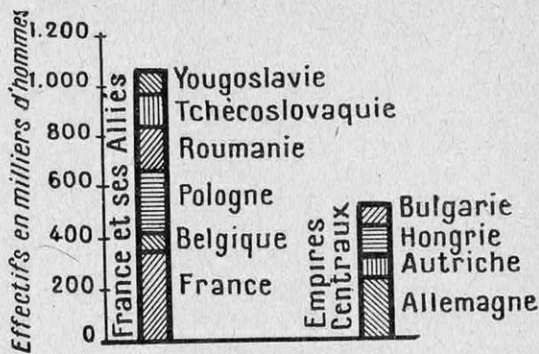
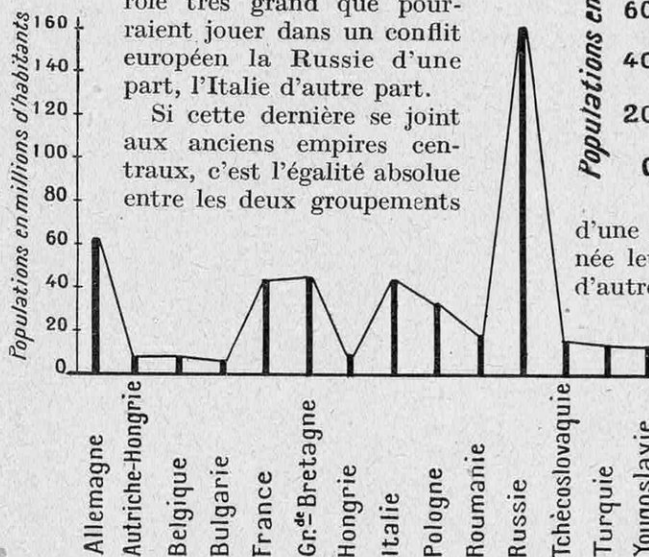

FIG. 6. — EFFECTIFS DES ALLIÉS ET DES EMPIRES CENTRAUX, D'APRÈS LEURS BUDGETS
FIG. 8. — POPULATIONS DES DIVERS ÉTATS EUROPÉENS QUI ONT PRIS PART A LA GUERRE DE 1914-1918
FIG. 6. — APPAREIL EMPLOYÉ PAR LES DEUX PHYSICIENS FRANÇAIS MAURICE DE BROGLIE ET LEPRINCE-RINGUET, POUR ÉTUDIER AVEC PRÉCISION LES PHÉNOMÈNES DE DÉSINTÉGRATION DES ATOMES
FIG. 7. — SCHÉMA DE L'AMPLIFICATEUR, RELIÉ, D'UNE PART, A LA LAME « A » DE L'APPAREIL REPRÉSENTÉ PAR LA FIGURE 6 ET, D'AUTRE PART, A UN OSCILLOGRAPHE, ET QUI PERMET D'OBTENIR LES COURBES DE LA FIGURE 8
La méthode de scintillations était seule employée, jusqu'à ces dernières années, pour étudier ces nouveaux phénomènes ; de récentes recherches, effectuées en Angleterre, en Allemagne, en France, enfin, par MM. Maurice de Broglie et Leprince-Ringuet, utilisent des procédés plus compliqués, mais plus délicats et plus sûrs ; l'appareil employé par les deux physiciens français est une boîte cylindrique en métal (fig. 6) dans laquelle on peut faire le vide ; deux bras mobiles à l'intérieur portent : l'un, P, la préparation active de polonium (1), génératrice de rayons alpha ; l'autre, F, la substance à désintégrer ; les rayons H, produits par la désintégration, s'engagent dans un orifice G, qu'on peut munir d'écrans absorbants formés par des lames minces de mica ; ils pénètrent ensuite dans une chambre d'ionisation, où les ions produits sont recueillis par une lame isolée A, reliée elle-même à un oscillographe par l'intermédiaire d'une lampe triode et d'un système amplificateur, dont la figure 7 donne le schéma. Chaque entrée d'un corpuscule H dans la chambre d'ionisation se traduit alors, dans l'oscillographe, par un déplacement brusque de l'équipage mobile, qu'un rayon lumineux inscrit photographiquement sur un film en déroulement continu ; on obtient ainsi
(1) Choisie parce que son émission alpha est exempte de toute autre radiation, bêta ou gamma.
des inscriptions d'une netteté remarquable (fig. 8), qu'on peut ensuite étudier à loisir.
FIG. 8. — LES DEUX COURBES DU HAUT REPRÉSENTENT LA BANDE OBTENUE DANS LA DÉSINTÉGRATION DE L'ALUMINIUM, APRÈS 11 CENTIMÈTRES ET 24 CENTIMÈTRES D'ABSORPTION PAR L'AIR DES RAYONS « H ». CELLES DU BAS CORRESPONDENT À L'ENREGISTREMENT DES RAYONS « ALPHA » SUR LE MÊME PARCOURS ET LA BANDE DUE AU SOUFFLE SEUL DE L'APPAREIL AMPLIFICATEUR (FIG. 7)